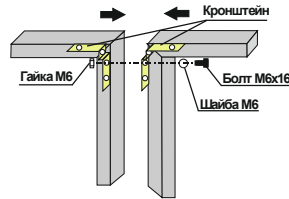

Рис.13
9.16 Для соединения КВРУ между собой необходимо поставить КВРУ в один ряд. Вставить болты М6×16 с шайбами М6 в отверстия диаметром 9,2мм расположенные в кронштейнах КВРУ (Рис.13). Затем навинтить гайки М6 на болты и при помощи ключа или шуруповерта произвести затяжку болтового соединения.